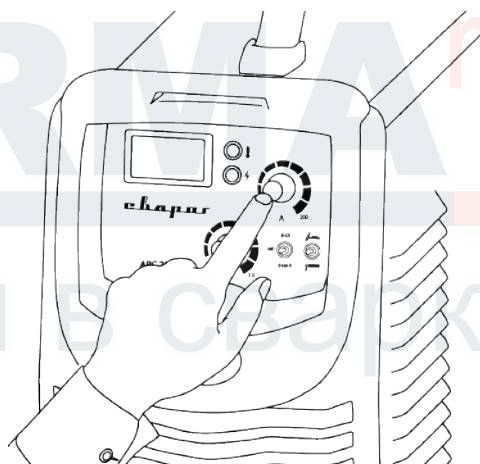

Рис. 11.3. Установка силы тока.
5. Установите необходимое значение силы тока (См. рис. 11.3).